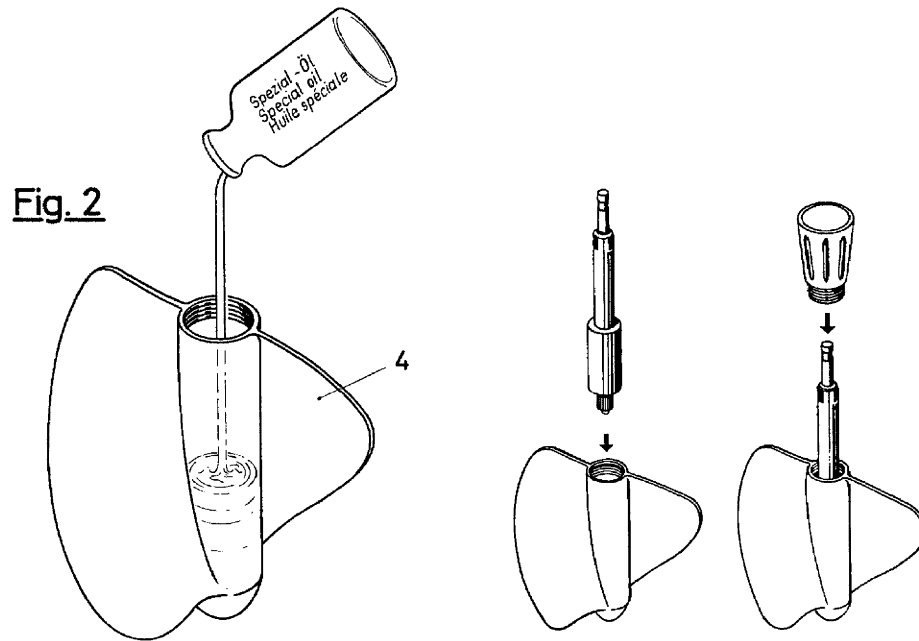

Fig. 2
1. Schraube (9) lösen und Flügelschaufel (4) mit Stahlachse (8) entfernen.
2. Verschraubung (7) mit Stiftschlüssel lösen und abnehmen, "0"-Ring (6) entfernen und Impulsgeber (5) aus dem Flügelkörper herausziehen.
- II. Das in die Nabe der Flügelschaufel (4) eingefüllte OTT-Spezial-Schaufelöl gestattet Messungen bei unterschiedlichsten Wassertemperaturen, ohne Beeinflussung der Meßgenauigkeit. Nach Beendigung einer Messung soll die Ölfüllung (nach Fig. 2) erneuert werden, ebenso, wenn der Meßflügel längere Zeit außer Betrieb war.